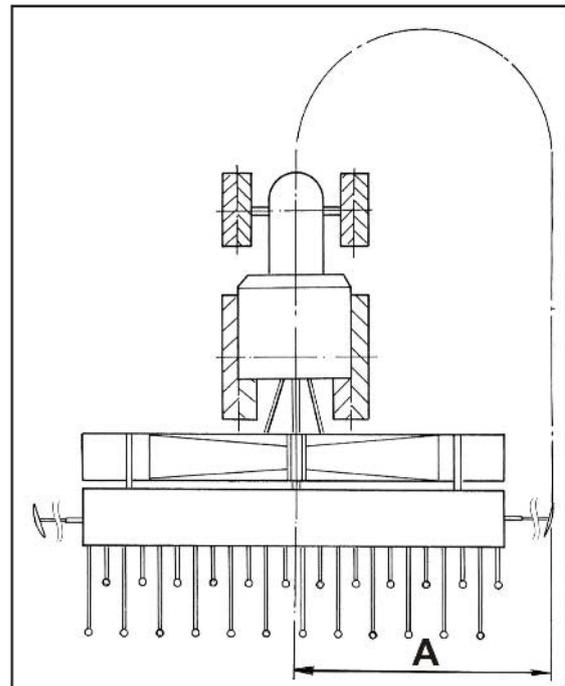

Fig. 97
- el ancho de trabajo de la máquina (Fig. 97/1)
- o semillas finas, p.ej. colza (Fig. 97/2)
- o cereales y leguminosas (Fig. 97/3).